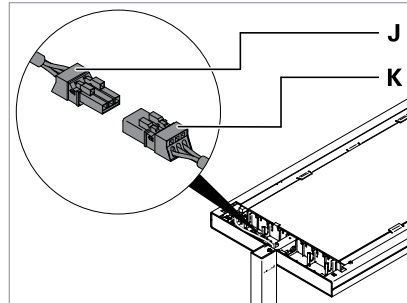

Fig. 5: Leuchtenkopf anschließen, Teil 2.
- ▶ Verbinden Sie die Buchse **J** mit dem Stecker **K** am Leuchtenkopf, siehe Fig. 5.